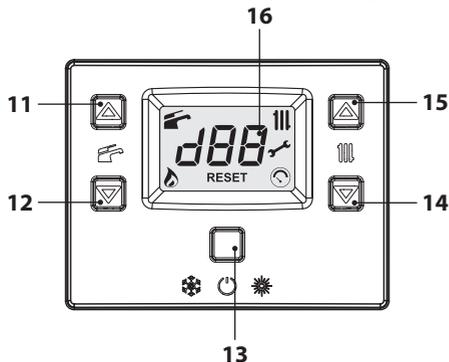
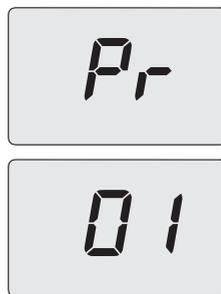
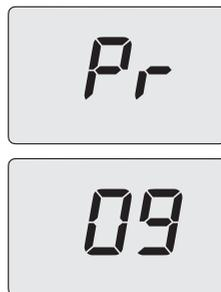
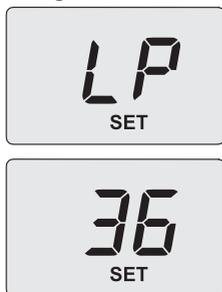

Figura 9.7
Figura 9.8
Figura 9.9
Figura 9.10
- Entrare in "modalità programmazione" premendo contemporaneamente per 10 secondi i tasti 13-14-15 (Figura 9.7) fino a far apparire sul display LCD le lettere **Pr** che si alternano al numero del parametro **01**, indicanti l'entrata nel "parametro 01" (Figura 9.8).
- Scorrere i vari parametri utilizzando i tasti 14 o 15 (Figura 9.7) fino a far apparire sul display LCD le lettere **Pr** che si alternano al numero del parametro **09**, indicanti l'entrata nel "parametro 09" (Figura 9.9).
- Utilizzando i tasti 11 o 12 (Figura 9.7) è possibile scorrere i vari valori di regolazione.
- Selezionare il parametro 1, premere il tasto 13 (Figura 9.7) per confermare. Sul display appare **LP** alternato alla temperatura minima sanitaria (Figura 9.10).
- Per uscire, premere il tasto 13 (Figura 9.7) e togliere alimentazione elettrica.